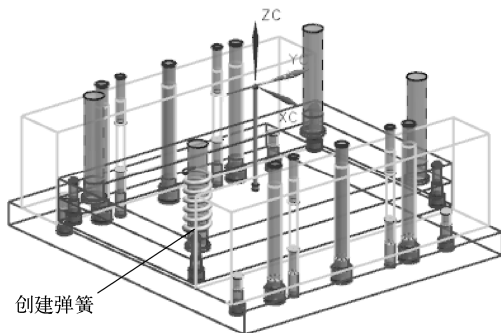

图 10-122 创建弹簧
(6) 确认插入点无误后，在【位置】对话框中单击【确定】按钮，返回到【点构造器】对话框，在该对话框中单击【后退】按钮，创建弹簧，如图 10-122 所示。